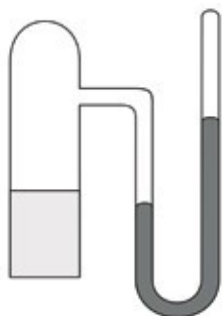
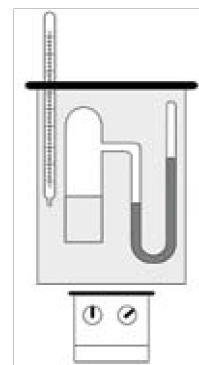

Рисунок.1 – U-образный
Рисунок .2 – Сосуд с водой, ртутный манометр манометр
Основная часть установки – U-образный ртутный манометр (рисунок 1). Одно колено манометра соединено с резервуаром воды. Другое колено откачано. Манометр измеряет давление насыщающих паров воды в мм рт. ст. Резервуар с манометром помещен в сосуд с водой (рисунок 2), температуру которой можно менять.
1. Перед началом опыта убедитесь, что температура воды в резервуаре с прибором (рисунок 2) не превышает 20 °С–23 °С.